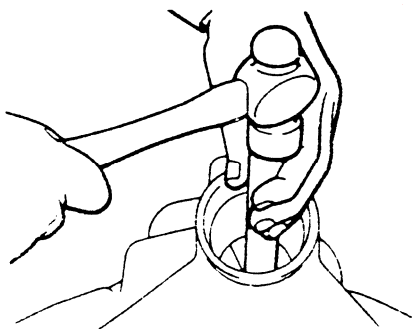

图 4-113 拆卸驱动小齿轮后轴承外座圈
(9) 拆卸驱动小齿轮后轴承外座圈，如图 4-113 所示，用专用工具（工具 D-148 拆卸器和 C-4171 把手）拆卸内轴承座。图示为垫片置于轴承座与差速器之间，可包含齿轮油挡板，若垫片与挡板有弯曲变形及损伤时，则在组合时必须换新，将架组以线绑住并测量，若须更换则更换相同厚度。